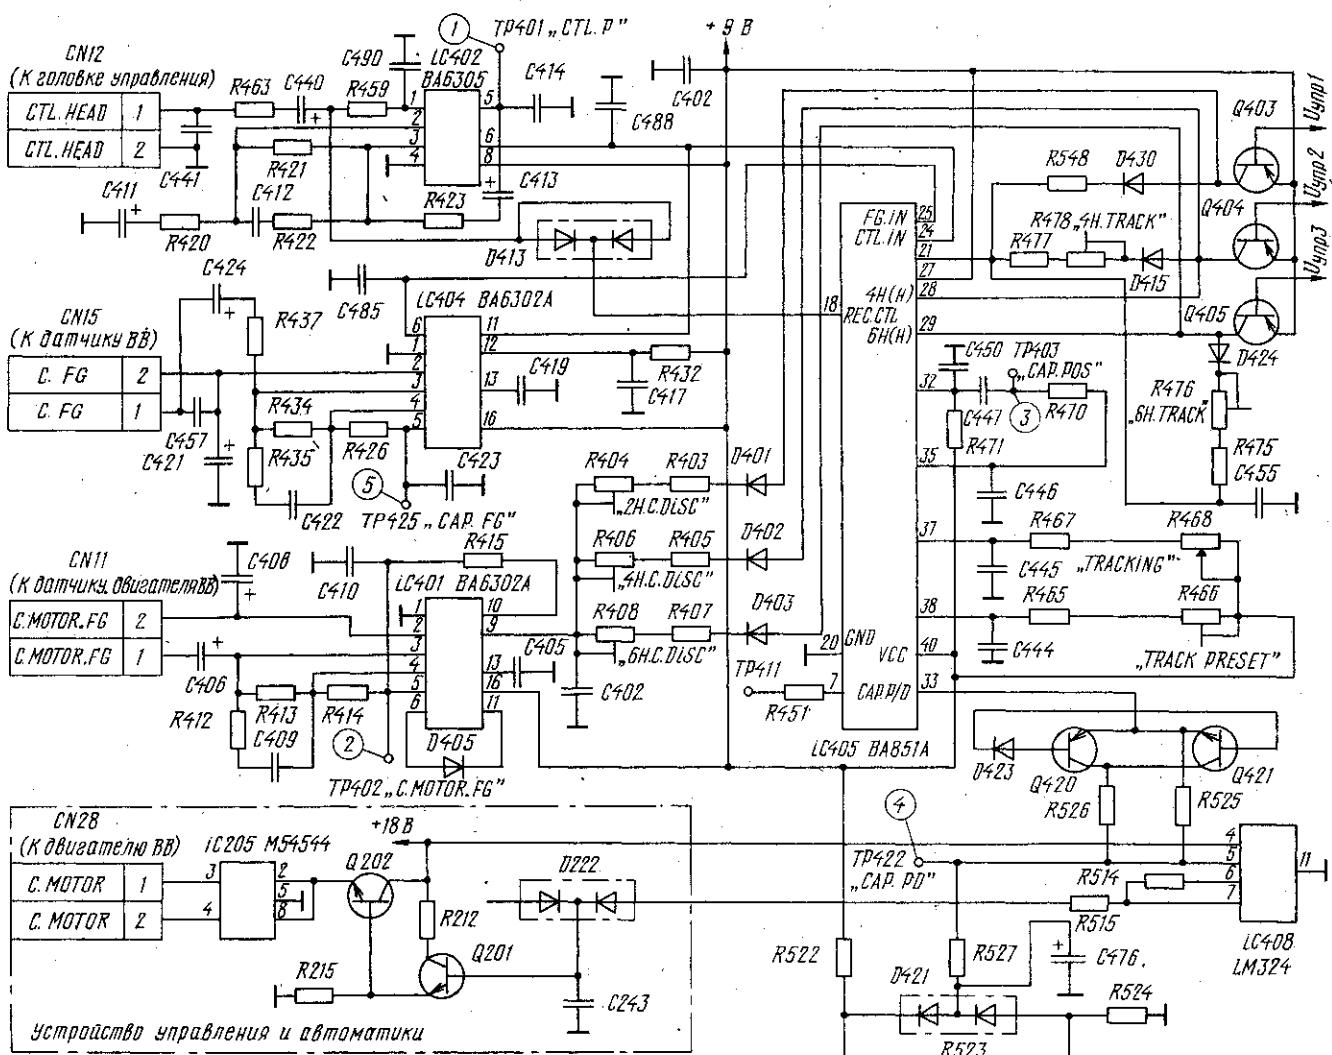

Рис. 1
Режим «Запись» рассмотрим на примере специализированной аналоговой САР видеомагнитофона HR-D235U фирмы JVC. САР ВВ этого видеомагнитофона обеспечивает воспроизведение в стандартном (SP), двойном (LP) и тройном (EP) режимах, а запись — в стандартном и тройном режимах. Прямой и обратный ускоренные просмотры получаются также в стандартном и тройном режимах. Фрагмент принципиальной схемы САР ВВ этого видеомагнитофона показан на рис. 1. На схеме изображена большая часть узлов САР ВВ, с целью облегчения анализа, вспомогательные цепи, некоторые цепи управления и т. п. не представлены. Для включения режимов SP, LP, EP из блока управления поступают управляющие напряжения в соответствии с табл. 1.
Описание преобразователей числа строк — тема следующей статьи, поэтому остановимся на способах регулировки CAP BB в режиме воспроизведения (см. рис.1). Заменив резистор R403 (33 кОм) на резистор сопротивлением 51 кОм (0,125 Вт), устанавливают подстречным резистором R404 «2H.C.DISC» постоянное напряжение 4,5...4,6 В в контрольной точке TP422 «CAP.PD». Измерения проводят в режиме воспроизведения записи ПАЛ/СЕКАМ высокомным ($R_{bx} \geq 10 \text{ МОм}$) вольтметром или осциллографом с пробником. Заменив резистор R405 (82 кОм) на резистор сопротивлением 120 кОм (0,125 Вт), добиваются подстречным резистором R406 «4H.C.DISC» того же напряжения в точке TP422 при воспроизведении записи ПАЛ/СЕКАМ в двойном режиме (LP). Остальные элементы CAP BB и CAP BBГ регулируют после установки преобразователя частоты строк. На этом этапе видеомагнитофон превращается в двухскоростной черно-белый видеоплейер стандарта 625/50.
Для подключения дисководов к контроллеру служит разъем X2. Нумерация его контактов на схеме контроллера (рис. 1) соответствует разъему типа СНП34С-30.
Накопители MC5305, MC5311, MC5313, а также большинство накопителей зарубежного производства (в их числе и болгарские — EC5323, EC5323.01) имеют стандартные интерфейсные разъемы. Для подключения их к контроллеру можно использовать 34-проводной ленточный кабель и 34-контактные разъемы типа ОНП-НГ-79-34-Р (ОНП-НГ-79-Р). Контакты, имеющие четные номера, следует соединять с сигнальными цепями, нечетные — с общим проводом. Некоторые НГМД, например EC5321 (40 дорожек, 2 стороны), имеют нестандартные разъемы и не формируют сигнал готовности, однако обычно сигналы их интерфейсов совпадают со стандартными. В табл. 2 представлены названия сигналов интерфейсов дисководов, их обозначения на схеме контроллера (см. X2 на рис. 1), номера контактов разъема X2 контроллера и интерфейсных разъемов наиболее известных дисководов.